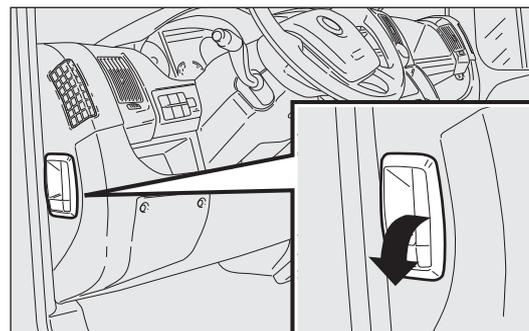

Abb. 129
- den Hebel Abb. 129 in Pfeilrichtung ziehen;